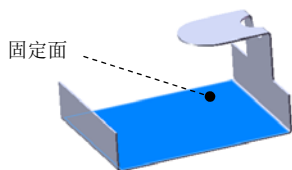

图 7.3.12 定义固定面
Step3. 定义固定面。选取图 7.3.12 所示的模型表面为固定面。